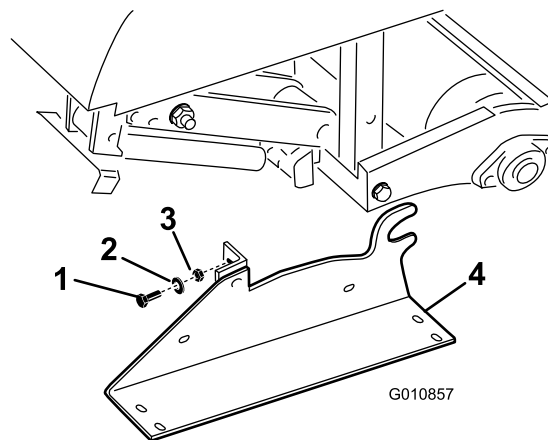

Рисунок 31
2. Отверните болты, снимите стопорные шайбы и гайки, которые крепят подставки для хранения на каждом конце аэратора (Рисунок 31).